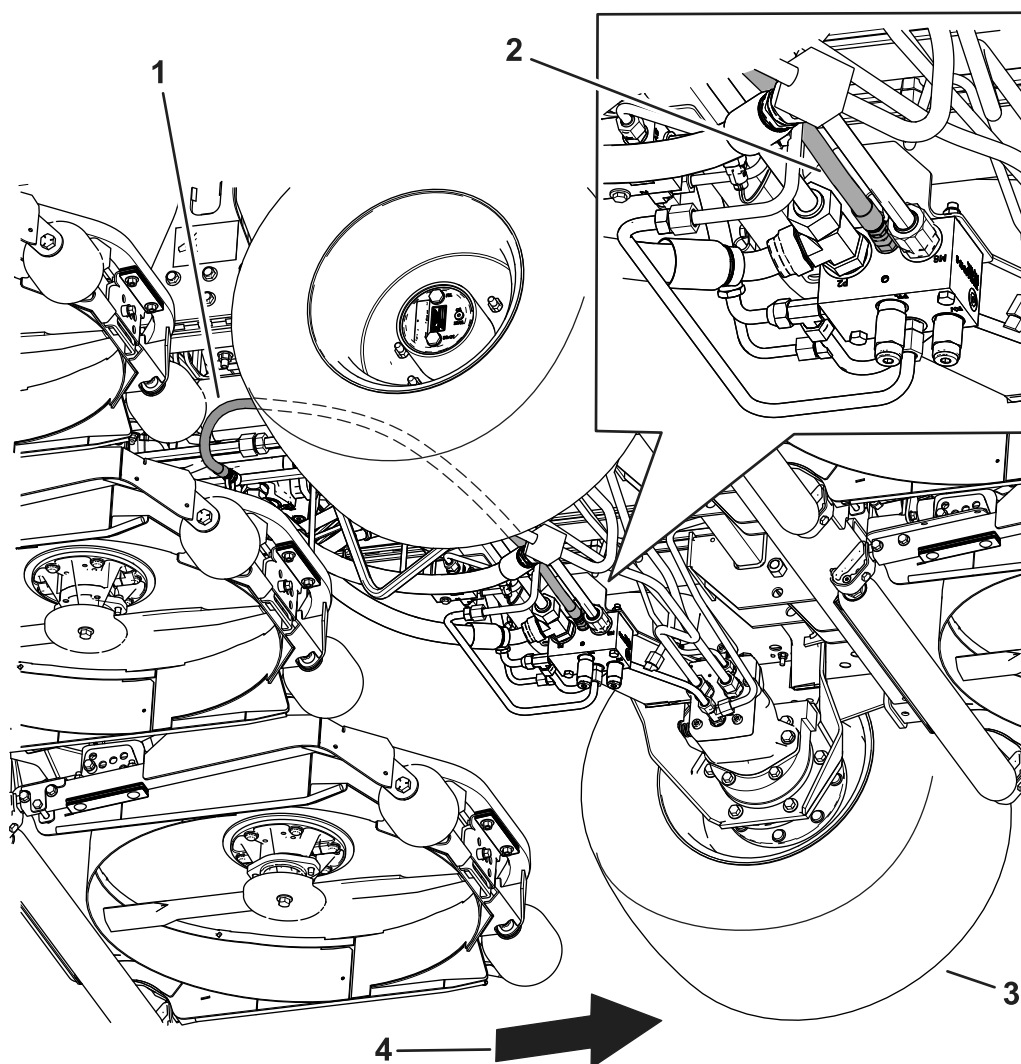

Figura 3
3. Retire o tampão da porta no manípulo do coletor de tração traseiro (**Figura 3**). Deite fora este tampão.
5. Instale o tubo no manípulo de tração traseiro entre as portas M8 e P2 como se mostra na Figura 3.